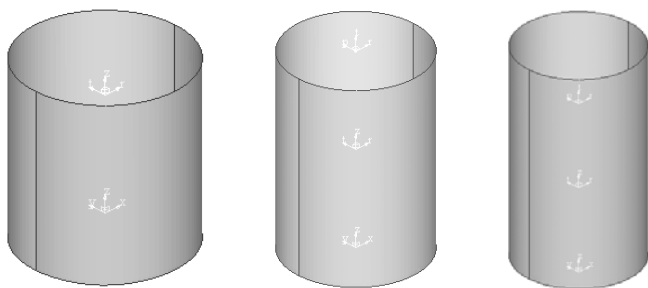

图 13-21 模型在 Z 方向上放缩的不同阶段
- (9) 停止动画。
- (10) 单击 Animation Controls (🔍) 按钮。
- (11) 将 Angle Increment 变为 10。
- (12) 返回 Deformed 面板。
- (13) 在 Type 栏中选择 Component，这一选择能够使模型在三个方向按照不同的比例缩放。
- (14) 在 X、Y、Z 上分别输入 0、0、20。
- (15) 单击 Apply 按钮。
- (16) 运行模型动画，此时模型只在 Z 方向上放缩，效果如图 13-21 所示。